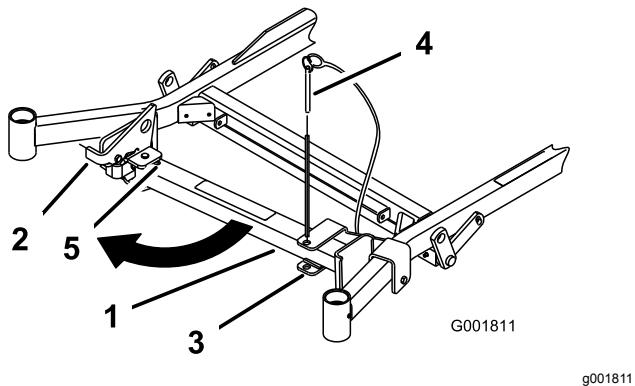
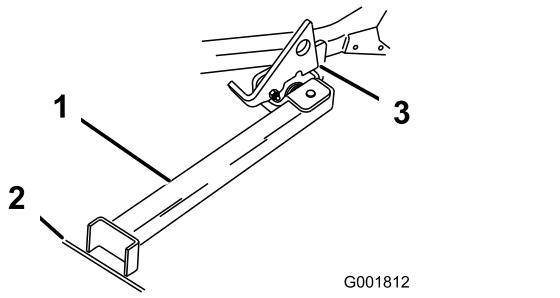

Figura 46
Figura 47
2. Retire o pino do suporte (Figura 46).
4. Rode o pé do apoio e deslize-o em direção à máquina, no fundo da ranhura (Figura 46 e Figura 47).
5. Coloque o pé do apoio no terreno e pouse o trinco na patilha rotativa (Figura 47).
**Nota:** Para obter melhores resultados, coloque o pé do apoio nos passeios ou na relva (Figura 47).
7. Conduza a máquina para o apoio. Pare quando o trinco passar pela patilha para posição bloqueada (Figura 47).
5. Coloque novamente o apoio na posição de descanso (Figura 46).